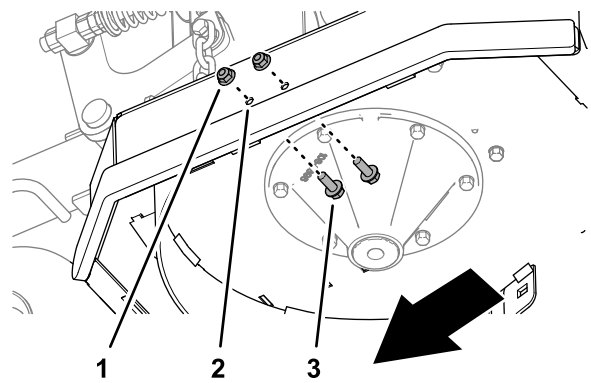

Figura 12
2. Instale 2 tornillos con arandela prensada ($\frac{3}{8}$ " x 1") en los taladros de 10 mm de la carcasa de corte (Figura 12) y sujete los tornillos con las 2 contratuercas con arandela prensada ($\frac{3}{8}$ ") que retiró en el paso 1.